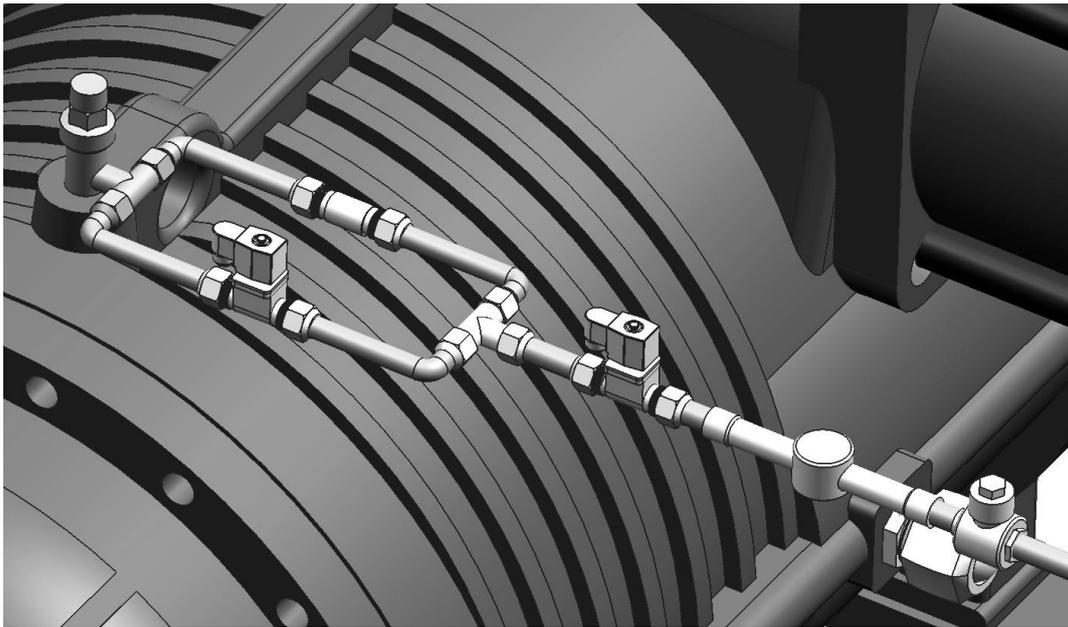

图7 限流接头安装图
- ▲ 观液镜用于确认制冷剂是否饱管，严禁不保管或大量气泡现象时运行压缩机。（图7）